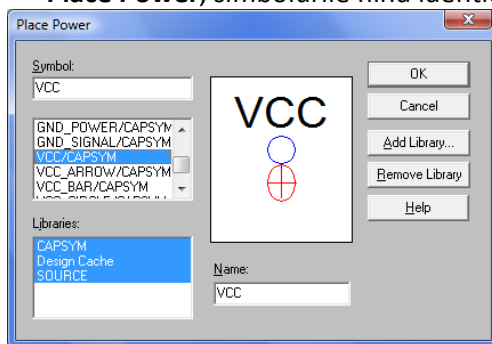

Fig. 11.
- Simbolul de alimentare se alege dând clic pe  sau **Place – Power...** sau scurtătura **F**. Se deschide fereastra **Place Power**. Se poate lucra cu **VCC/CAPSYM** (fig. 11)
- Simbolul de masă se poate pune pe schemă și făcând clic pe butonul  sau **Place - Ground...** (fig. 11). Se deschide o fereastră de **Place Ground** la care doar numele diferă de **Place Power**, simbolurile fiind identice.